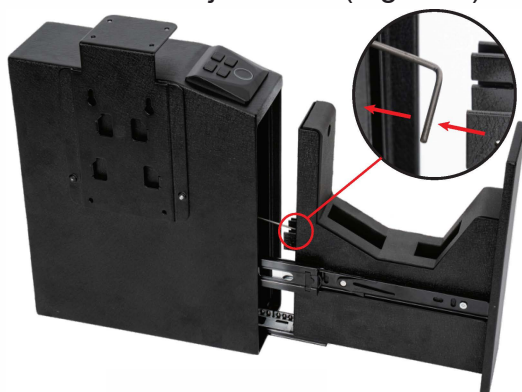

Figura 3
Paso 3: Presione suavemente el alambre de hierro y tire de él hacia fuera para separar el cuerpo principal de la caja de armas del armazón de la caja fuerte. (Figura 3)